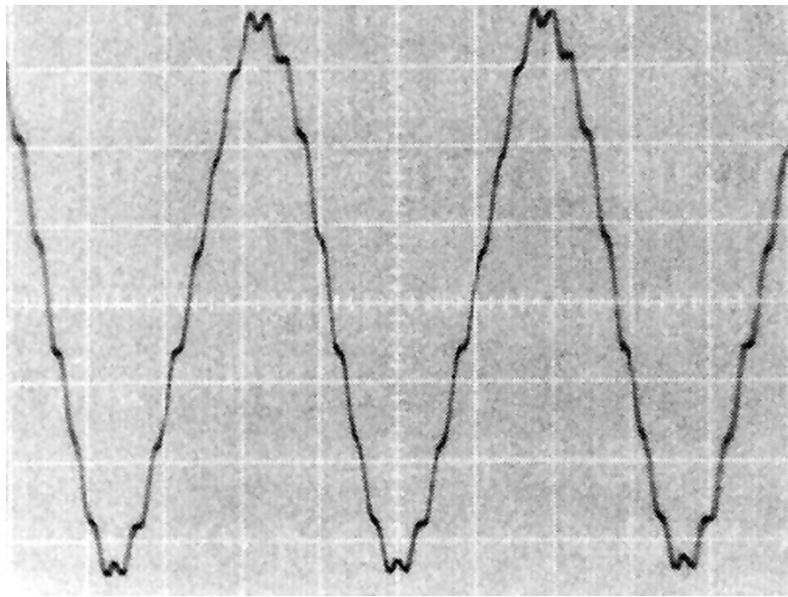

图 6-9 T01-T06 升压变压器外壳感应波形
3) 测量升压变压器和输出插座的电压和波形。由于升压变压器的输出波形电压达千伏上下，如果电压表或示波器的量程不足，可采用间接测量的方法。将电压表的黑表笔或示波器探头接地线接地，用电压表的红表笔或示波器探头靠近升压变压器的高压输出端，一般数字万用表可感应出 150 ~ 450V 的交流电压，示波器可感应出 20 ~ 40V 的交流电压波形，如图 6-9 所示。如果波形和电压偏低，多为升压变压器局部短路或灯管电路漏电；如果故障波形和电压偏高，多为灯管电路发生开路故障，造成高压空载所致。